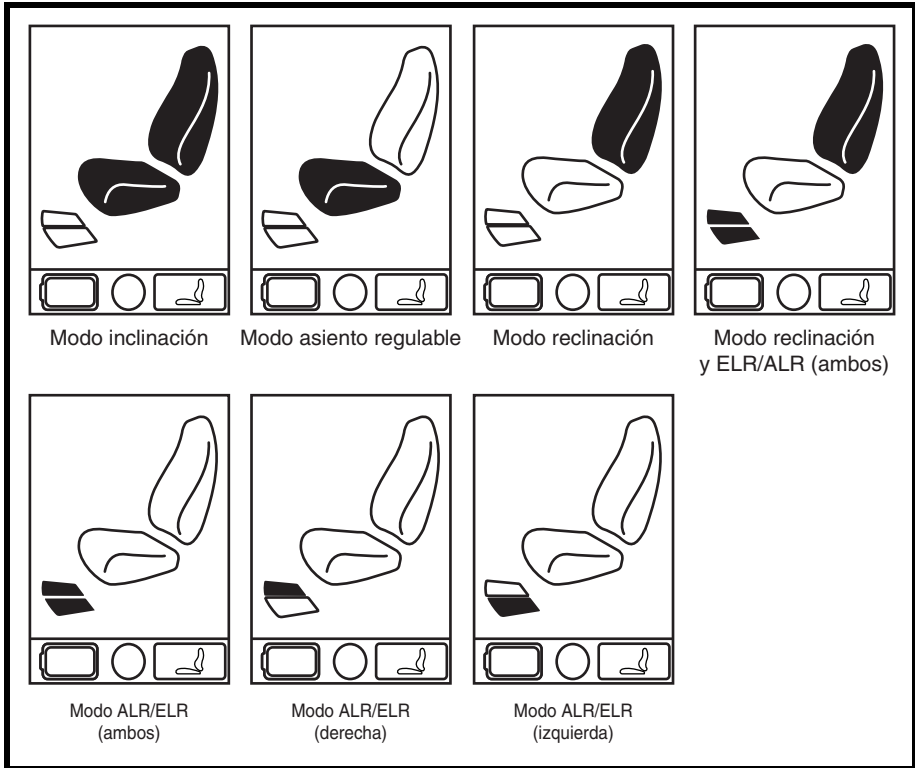

Figura 1. Selección de los equipamientos opcionales
3. Empuje la palanca de mando a izquierda o derecha para ir iluminando cada uno de los equipamientos disponibles hasta llegar al que desee activar **Ver figura 1.**